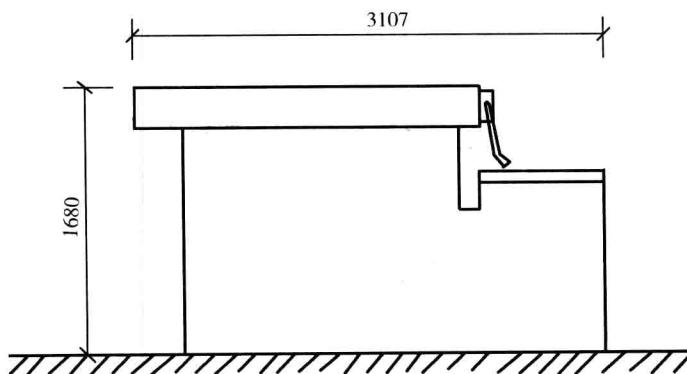

图 1-5 牛头刨床 (单位: mm)
**【例 6】** 安装一台牛头刨床，型号 B6080，外形尺寸 (长×宽×高) 为：3107mm×1355mm×1680mm，单机重量 3.6t，如图 1-5 所示，计算其相关工程量。